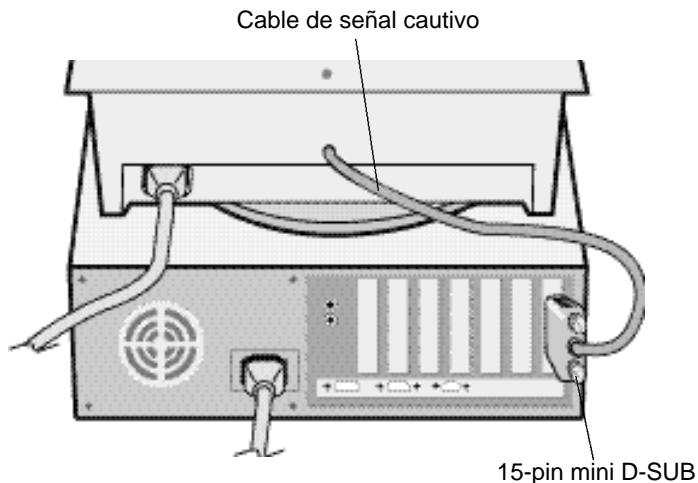

Figura A.1
- 3 **Para el PC:** Conecte el extremo 15-pin mini D-SUB del cable de señal cautivo a la tarjeta gráfica de su sistema (Figura A.1). Apriete los tornillos.